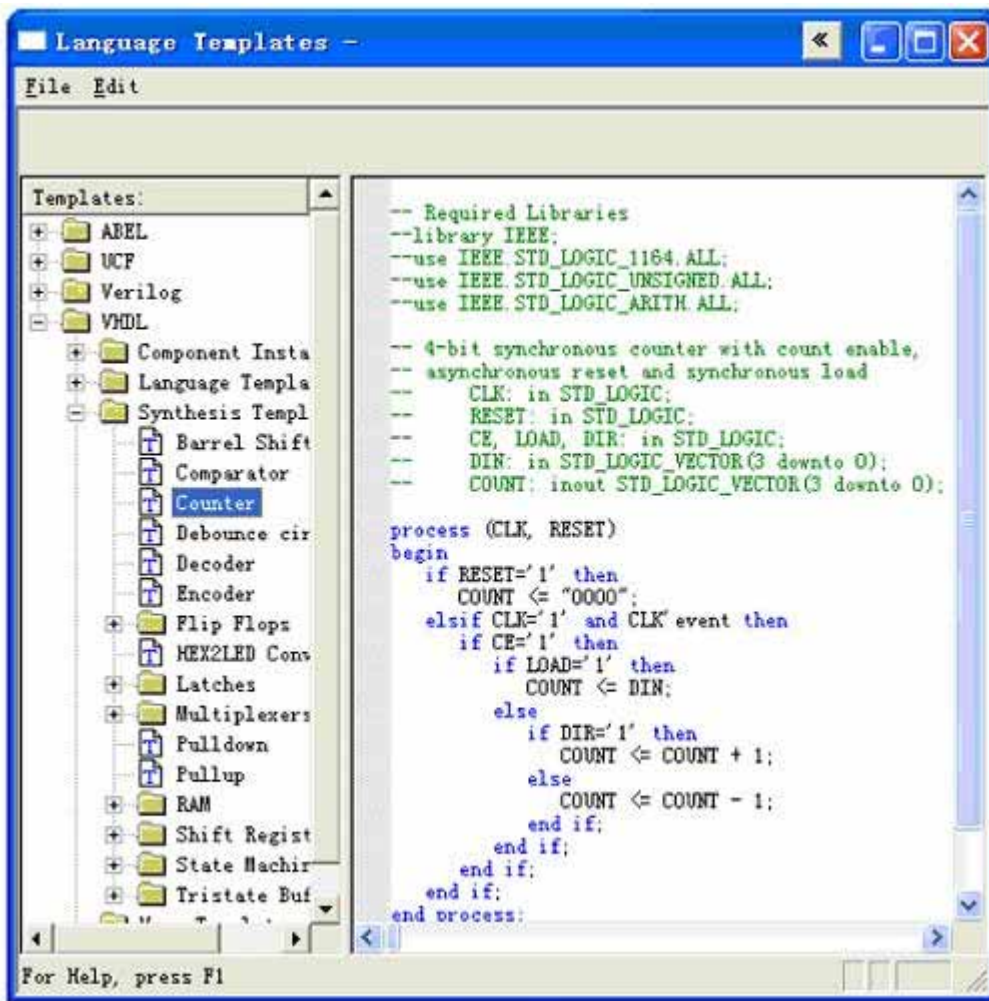

图 7 计数器语言模板
Step1. 选择Edit->Language Templates 打开语言模板，或者通过单击按钮 来打开语言模板，如图 7 所示；